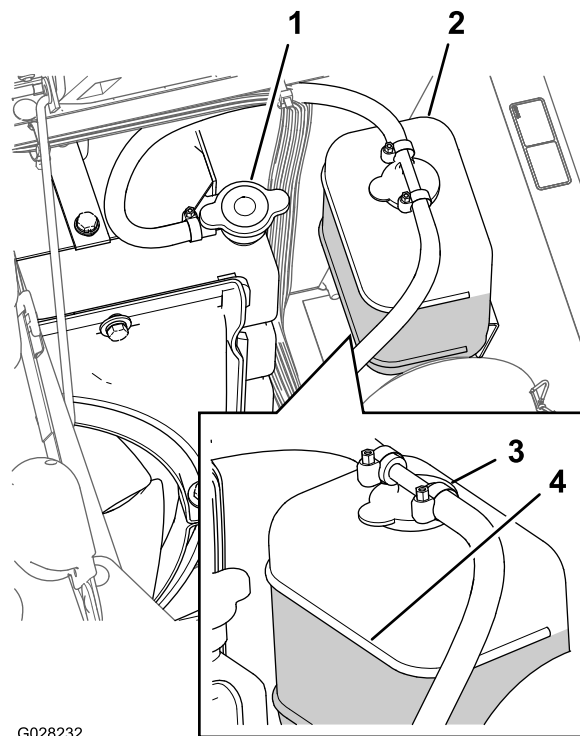

Figure 98
3. Retirez le bouchon du radiateur et le bouchon du vase d'expansion avec précaution (Figure 98).
Remarque: Le radiateur doit être rempli jusqu'en haut du goulot de remplissage et le vase d'expansion jusqu'au repère maximum (Figure 98).
5. Si le niveau de liquide de refroidissement est trop bas, enlevez le bouchon du vase d'expansion et le bouchon du radiateur. Remplissez le vase d'expansion jusqu'au repère maximum, et le radiateur jusqu'en haut du goulot de remplissage (Figure 98).
6. Remettez en place les bouchons du radiateur et du vase d'expansion (Figure 98).
2. Attendez que le moteur soit froid, puis retirez le bouchon du radiateur (Figure 98).
6. Retirez le bouchon de radiateur (Figure 98).
8. Démarrez le moteur en ayant desserré légèrement le bouchon sur le radiateur (Figure 98).
10. Une fois le liquide de refroidissement chaud, faites l'appoint jusqu'à la surface d'étanchéité du bouchon et serrez ce dernier (Figure 98).
11. Ouvrez le bouchon du vase d'expansion et versez du liquide de refroidissement jusqu'au niveau à froid (Figure 98).